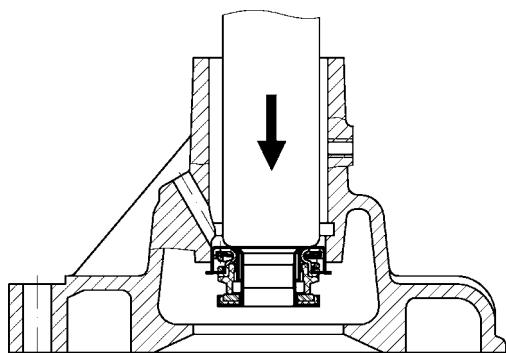

Рис. 4.53. Выпрессовка уплотнения насоса системы охлаждения
-выпрессовать уплотнение из корпуса (рис. 4.53).